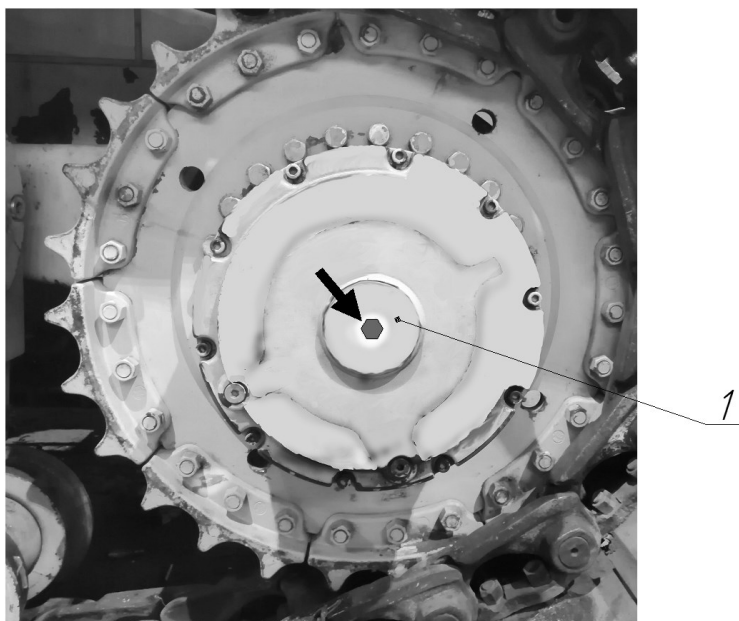

Рисунок 3.131. Крышка бортового редуктора
- ▶ Гаечным ключом на 22 выкрутить крышку 1 (см. рис. 3.131).
- ▶ Демонтированный шлицевый вал обвернуть в чистую ветошь и уложить в ящик с ЗИП. После чего установить крышку бортового редуктора, рис. 3.131. Произвести аналогичную операцию по растормаживанию второго бортового редуктора.